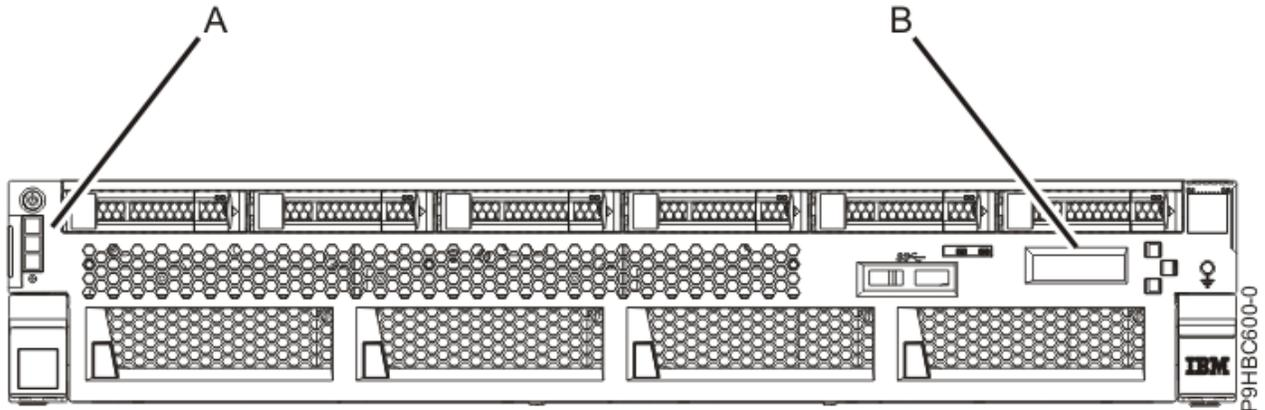

Figura 1. Painéis de controlo
Figura 1 na página 1 apresenta o painel de controlo (A) e o painel de controlo apresenta (B).